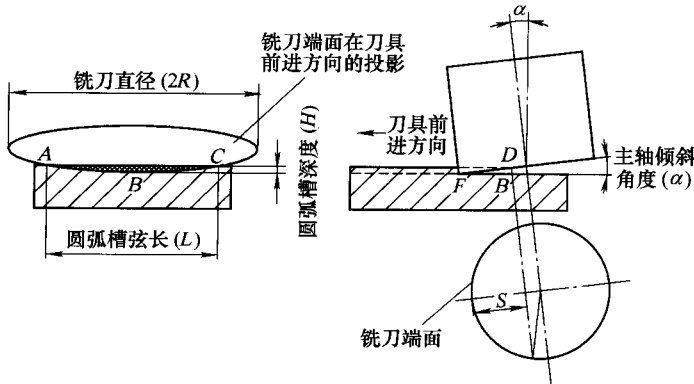

图3 近似法加工原理图
(1) 加工原理。机械加工过程中,铣床加工平面时容易出现凹心现象,产生的原因是机床主轴与机床工作台不垂直。近似法加工大半径浅圆弧槽的基本原理是:用半径小于所加工圆弧(但要大于圆弧槽宽度)的盘铣刀或立铣刀,将机床主轴倾斜一个合理的角度,此时铣刀截面在刀具前进方向上的投影为一椭圆,以椭圆弧近似代替圆弧的方法来加工出所需要的大半径浅圆弧槽。具体如图3所示,弧AC即所需加工的弧面。
(2) 圆弧尺寸的计算。由图3可知,所需切除的部分为弓形。圆弧半径为 R ,圆弧槽深度为 H ,弓形圆弧槽弦长为 L ,三者之间的关系为: $(R-H)^2 + (L/2)^2 = R^2$,即 $L^2/4 = H(2R-H)$,只要知道其中的任意两个参数,即可求得第三个参数。
(3) 机床主轴倾斜角度的计算。由图3中右图可知, $\alpha = \arcsin(H/S)$, $S = r - \sqrt{r^2 - (L/2)^2}$,其中 S 为直线 DF 的长度, r 为所用铣刀半径,由此可以求得主轴的倾斜角度与所用铣刀直径之间的相互关系,即 $\alpha = \arcsin(H/S) = \arcsin\{H/[r - (r^2 - (L/2)^2)^{1/2}]\}$